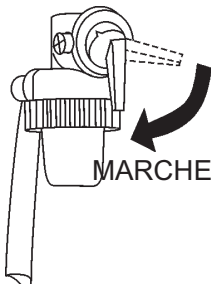

Figure 14. Culbuteur de carburant du moteur (MARCHE)
1. Placer le culbuteur de carburant du moteur (Figure 14) en position **MARCHE**.